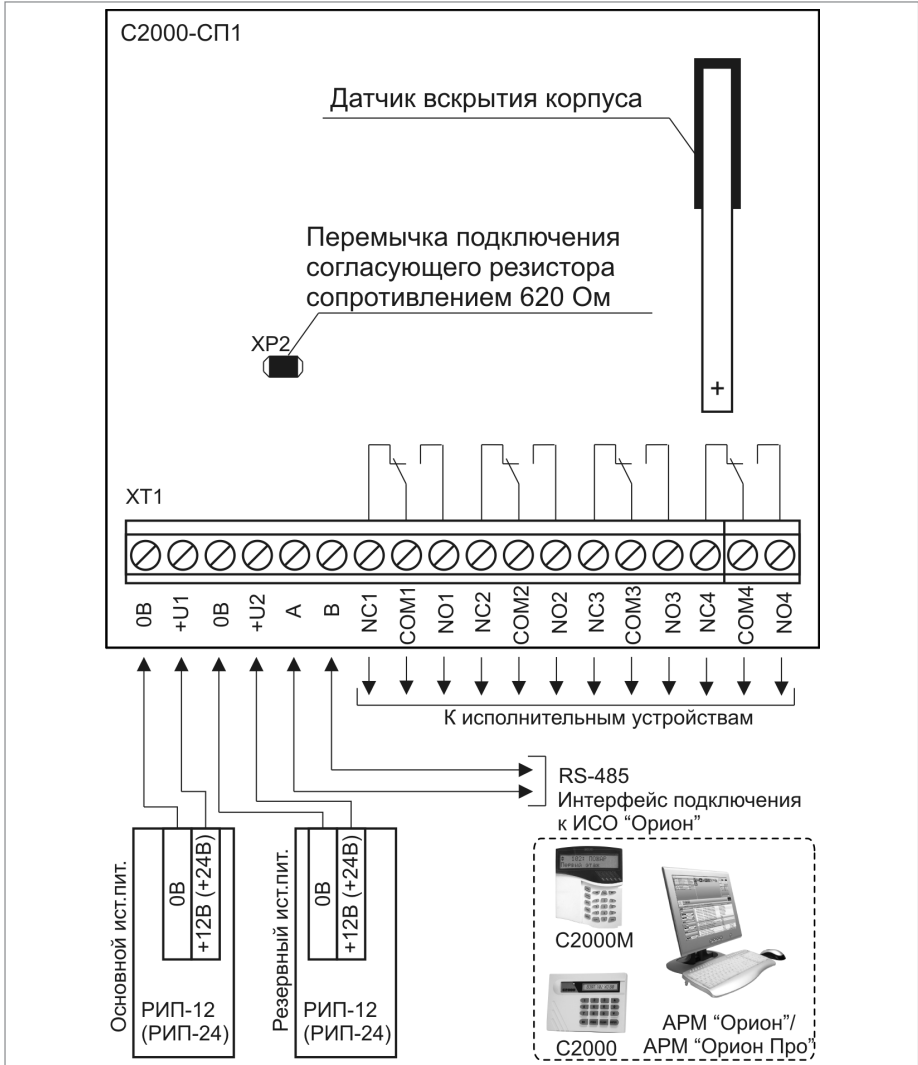
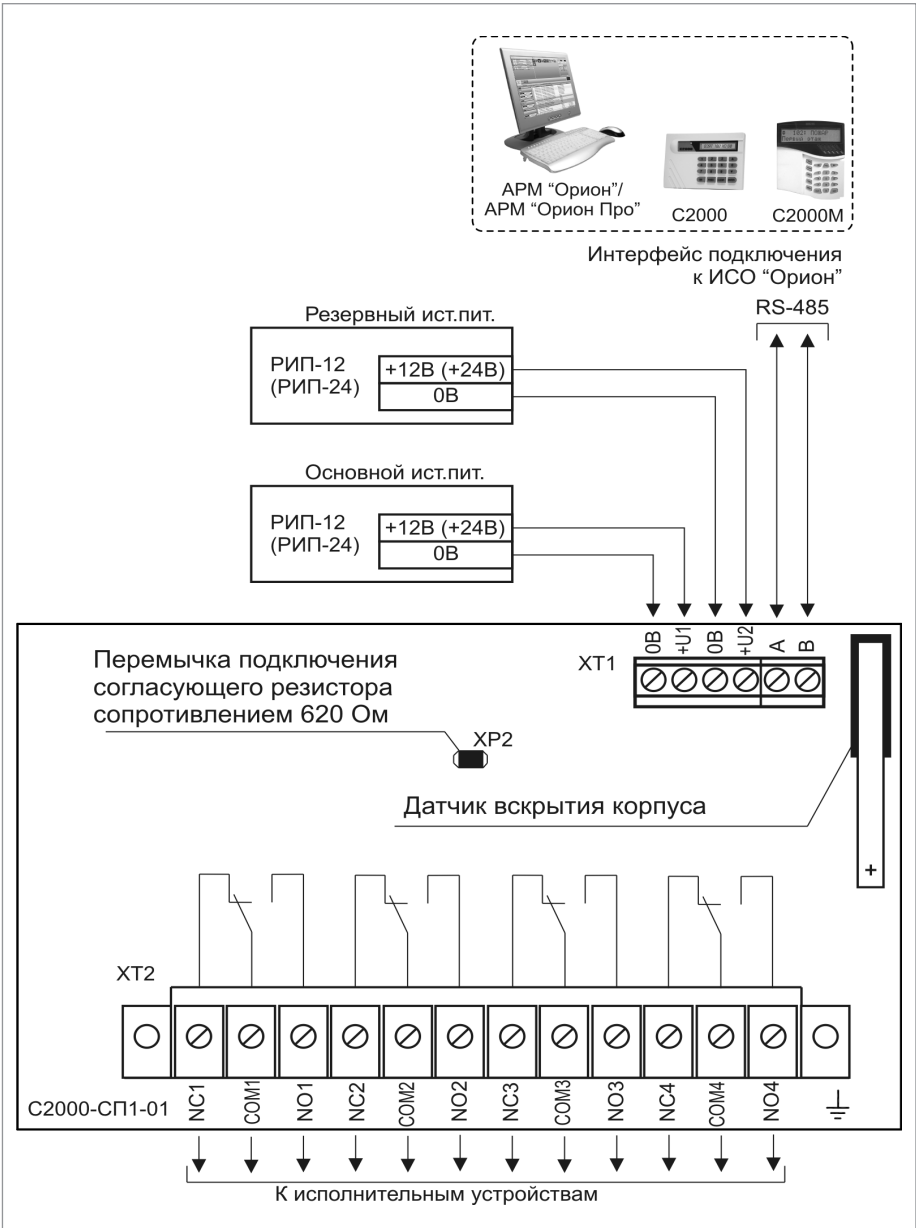

Рисунок 3. Схема внешних соединений блока «С2000-СП1»
Рисунок 4. Схема внешних соединений блока «C2000-CP1 исп.01»
4. Схема подключения блока «С2000-СП1» приведена на рис.3, схема подключения блока «С2000-СП1 исп.01» приведена на рис. 4.